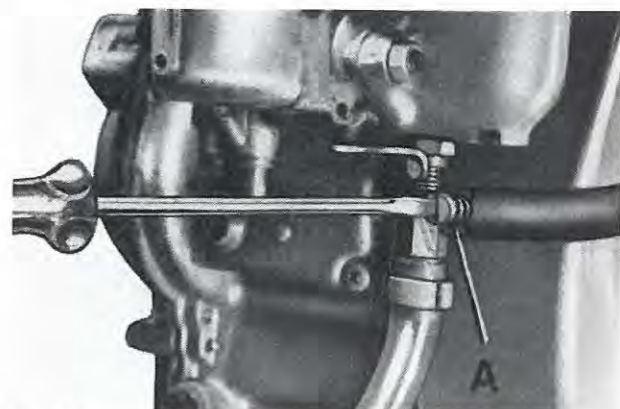

Fig. 89
- Agir sur la vis de réglage mélange (A, Fig. 89) jusqu'à obtenir un fonctionnement régulier.
- Act on mixture adjusting screw (A) (Fig. 89) until smoothest running of the engine is obtained.
Leerlaufgemischregulierschraube (Abb.89; A) drehen, bis der Motor rundläuft.